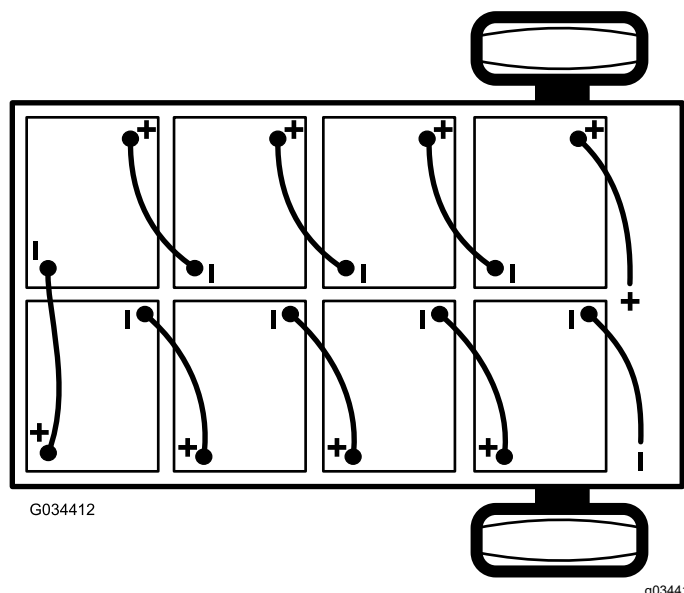

Figura 40
2. Desconecte el cable negativo principal (negro) de las baterías que conecta el banco de baterías a la conexión de tierra de la máquina (Figura 40).
3. Desconecte el cable positivo principal de la batería (rojo) que conecta el banco de baterías al contactor principal de la máquina (Figura 40).
- Nota:** Preste atención a la polaridad de las baterías al instalar las baterías nuevas (Figura 40).
6. Conecte las baterías entre sí como se muestra en Figura 40 con los cables de interconexión de las baterías que retiró en el paso 1.
2. Conecte el cable positivo principal de las baterías (rojo) entre el banco de baterías y la máquina (Figura 40).
3. Conecte el cable negativo principal de las baterías (negro) entre el banco de baterías y la máquina (Figura 40).